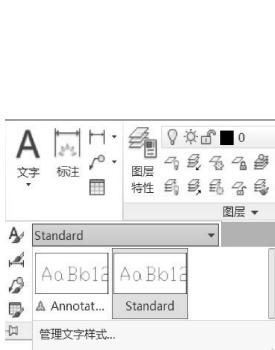

图 7-1 文字样式示例
- “注释”面板：选择“文字样式”下拉列表框按钮→“管理文字样式”命令，如图 7-1 所示。